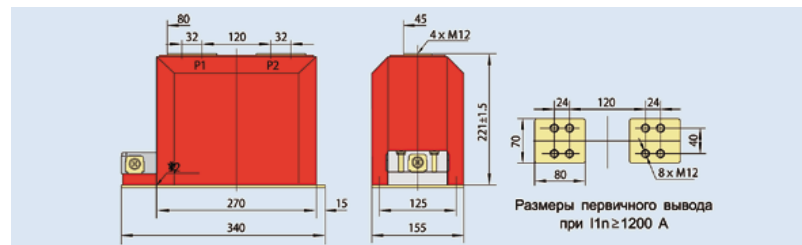

Рис. 6.1 Внешний вид и размеры трансформатора тока LZZBJ9-10 A1
6.1 Внешний вид и размеры трансформатора тока LZZBJ9-10 A1 (см. рис. 6.1)